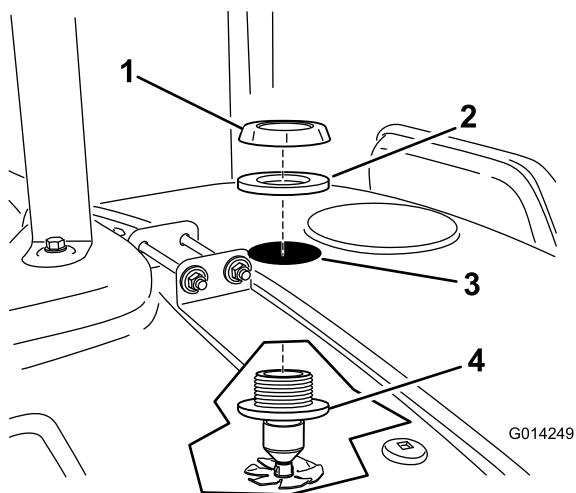

Рисунок 17
6. Установите сопло в сборе в просверленное отверстие (Рисунок 17).
7. Установите прокладку и пластиковую фланцевую гайку на открытую резьбу переходного штуцера на поверхности бака (Рисунок 17). Убедитесь в герметичности уплотнения между пластиковой гайкой и поверхностью бака.